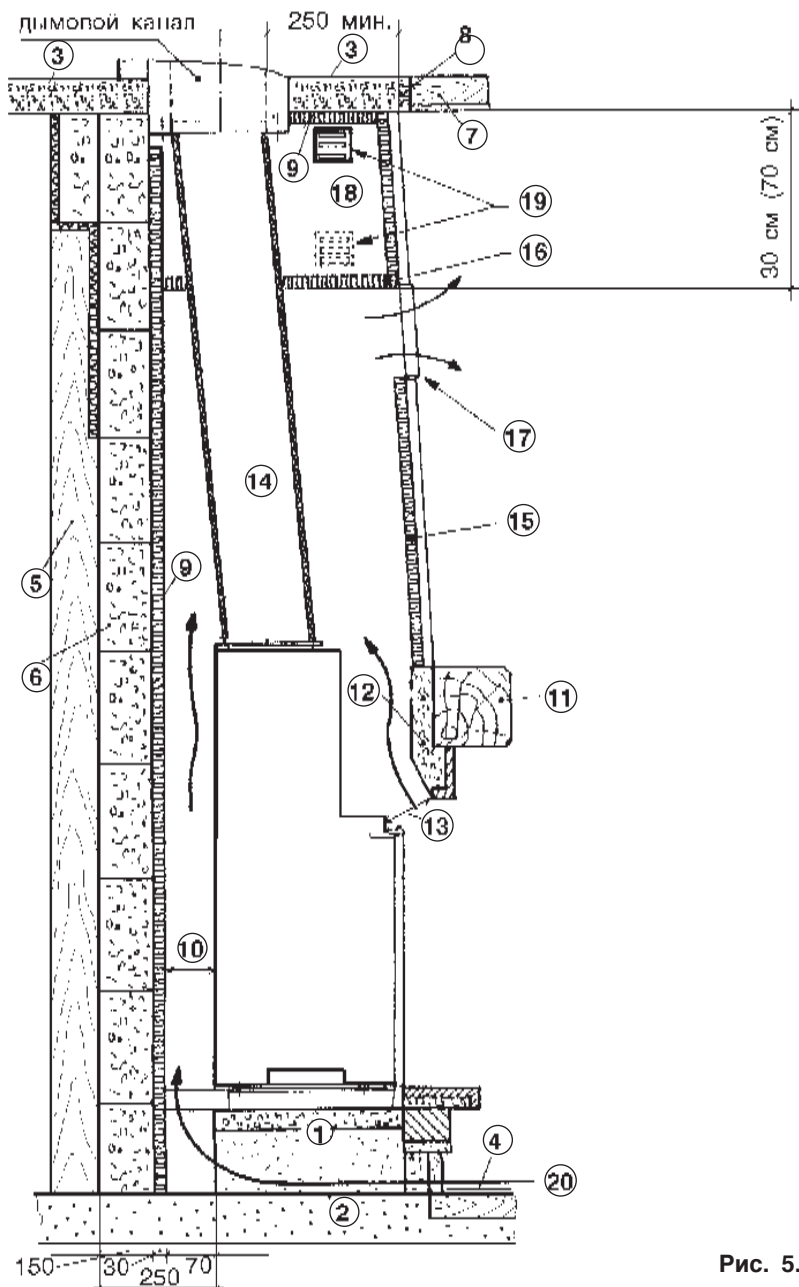

Рис. 5.1.
Возможные схемы устройства камина с топкой закрытого типа приведены на рис. 5.1., 5.2.
При обкладке каминной топки (рис. 5.1., 5.2.) необходимо между топкой и облицовкой оставлять воздушную прослойку – отступку (10) размером не менее 7 см в самом узком месте. Это обеспечит хорошую вентиляцию внутреннего пространства, снизит риск перегрева топки и повысит КПД камина.
Топка устанавливается (см. рис. 5.1., 5.2.) на основании (1) из несгораемых материалов с соблюдением минимальных зазоров (отступок) в 7 см от несгораемых элементов облицовки и изолированной опорной стены (6).